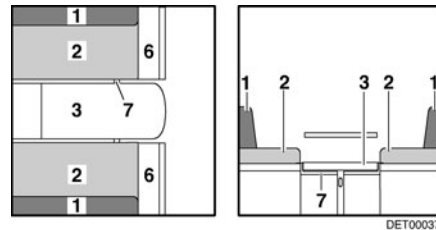

Fig. 86 Durante la transformación
- Plegar la prolongación del banco de asiento (Fig. 86,6) hacia arriba y colocar una cuña con la trampilla.